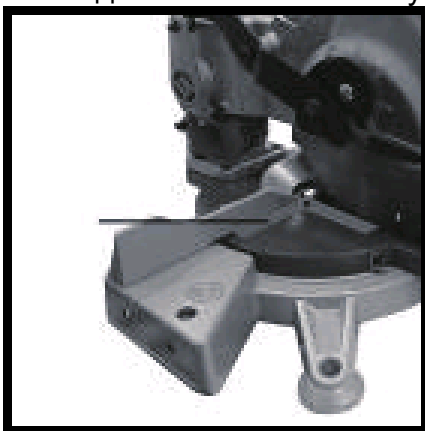

рис.9
- ✓ Ослабьте винты (21)
- ✓ Передвигая упор (5), установите прямой угол между плоскостью пильного диска и плоскостью упора по угольнику (не комплектуется). (рис.9)
- ✓ Положение упора зафиксируйте винтами (21)